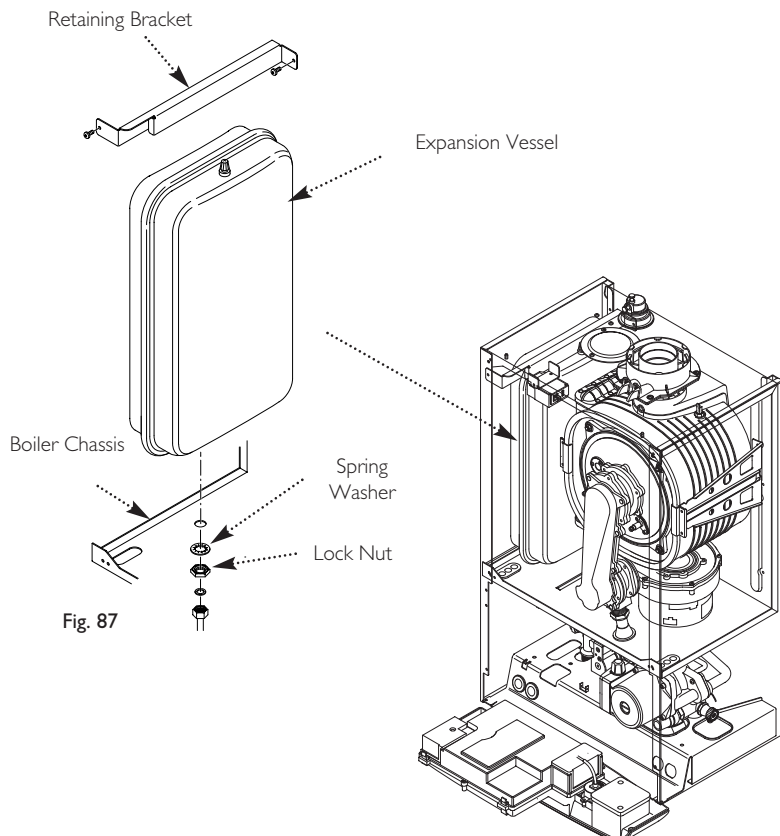

Fig. 87
14.21 Expansion Vessel (Fig. 87)